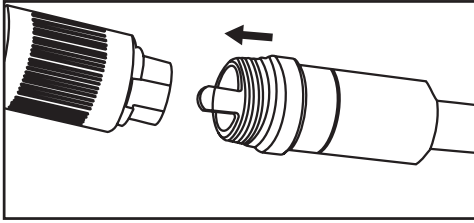

Fig. 3 – Empurrando a chave do tubo flexível
- 1 - Cuidadosamente empurre a chave do tubo flexível (2) no conector do tubo flexível (3) do equipamento, conforme Fig. 3;